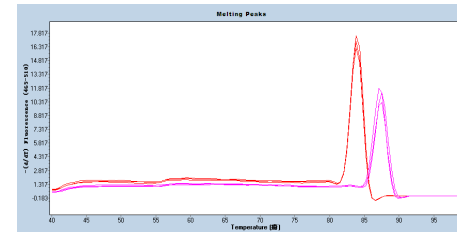

图 4. MesGen (红)与 A 公司(粉)类似产品样品组扩增曲线图(188bp, 52%GC)。
6. 溶解曲线峰形改善 : 本制品所扩增片段的溶解曲线具有更窄更尖, 对称性好的特点 ( 图 4 )。